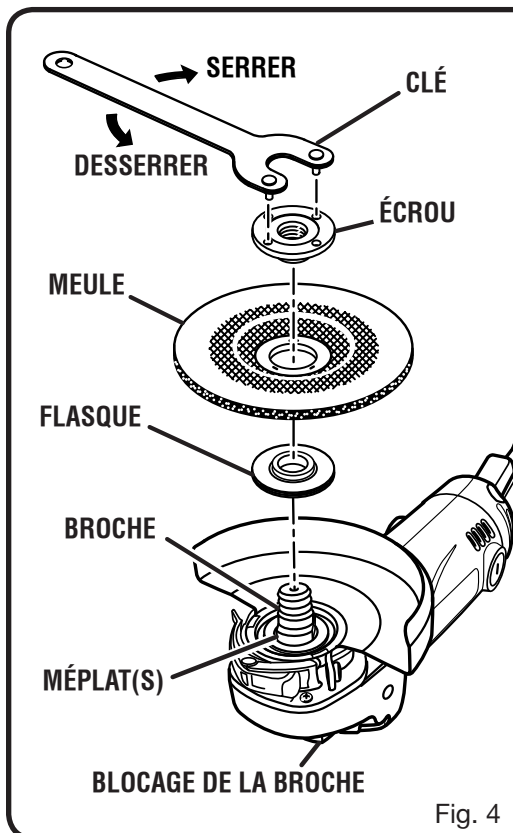

Fig. 4
Voir les figures 4 - 6.
- Pour installer la meule et la brosse métallique, visser l'écrou à embase sur la broche avec le côté plat de la broche face vers le haut. Installer la portion relevée de petit diamètre de l'écrou de serrage dans le trou de la meule et serrer à la main. Voir les figures 4 et 5.